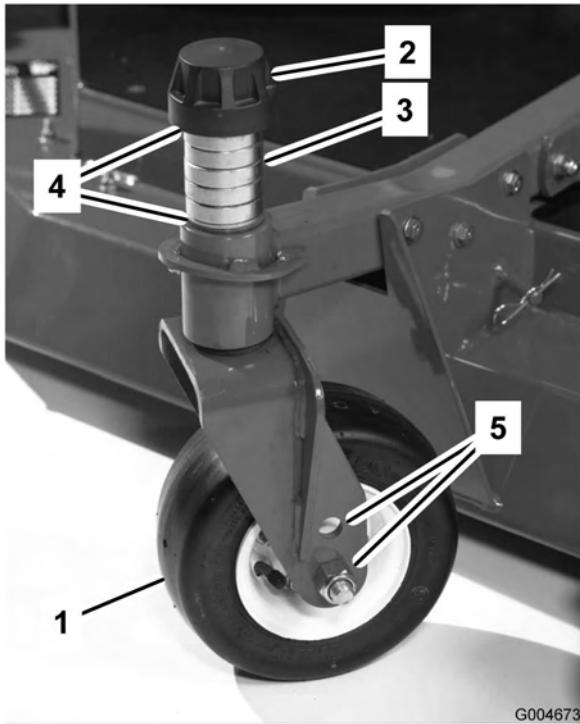

Figura 14
- Togliete il cappuccio di tensione dall'asse del perno (Figura 14) ed estraete il perno dal braccio della ruota orientabile. Montate i due spessori (3 mm) sull'asse dei perni, come erano montati in origine. Questi spessori servono per ottenere un livellamento sull'intera larghezza degli apparati di taglio. Mettete il numero opportuno di distanziali da 13 mm (vedi seguente tabella) sull'asse del perno, fino ad ottenere l'altezza di taglio richiesta, quindi montate la rondella sul perno.